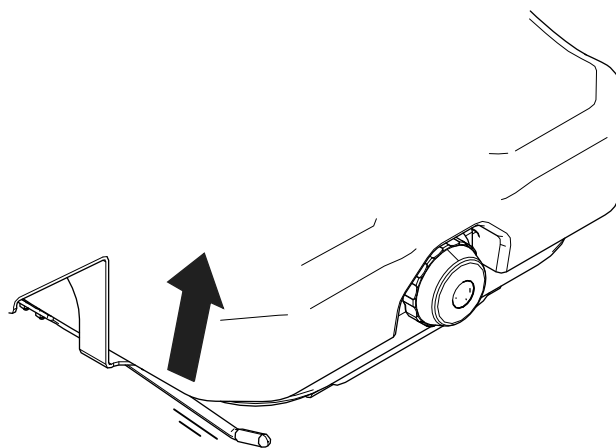

Figura 13
- **Modelo 32302 e 32303:** Levante a alavanca de bloqueio para libertar o banco (Figura 13), mova o banco para uma posição confortável e liberte a alavanca de bloqueio para fixar a posição do banco.